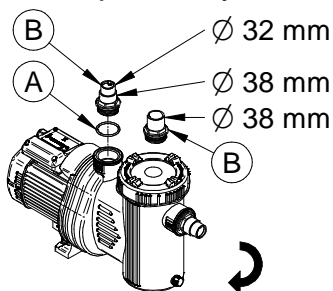

Fig. 95
- Colocar las juntas tóricas (Fig. 95, # A) en los portagoma (Fig. 95, # B).
- Enroscar los dos portagoma (Fig. 95) a la *aspiración* y a la *impulsión* de la *bomba*.